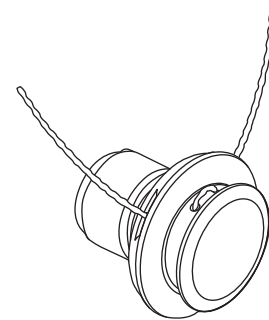

Fig. 13
4. Gire la perilla en sentido horario para ajustarla (Fig. 13).
6. Si la línea se instala correctamente, tendrá la misma longitud en ambos lados (Fig. 13).